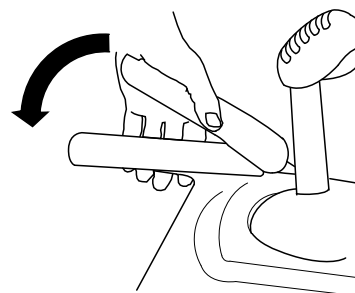

Figure 22
1. Pour engager la transmission aux roues, serrez le levier gauche (déplacement) contre la poignée (Figure 22).